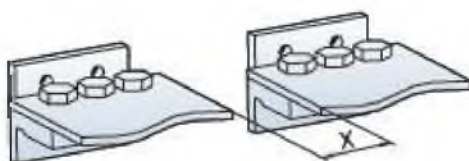

Рисунок 17 - Минимальное изоляционное расстояние
1.5.2 Минимальное изоляционное расстояние (рисунок 17).